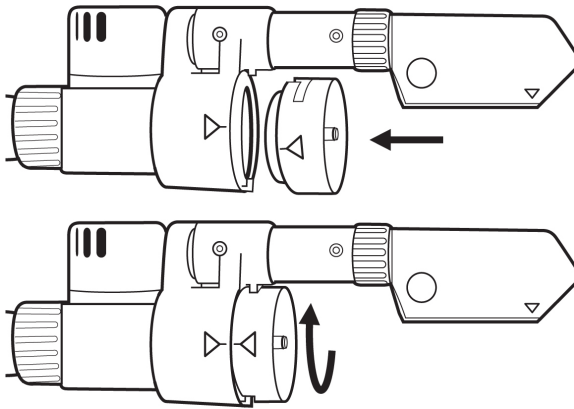

Abb. 2-19 Einwegventil einsetzen
- Setzen Sie das Einwegventil wie in Abb. 2-19 gezeigt auf die Ventileinheit (Pfeil auf Pfeil) und drehen Sie es bis zum Anschlag nach rechts.